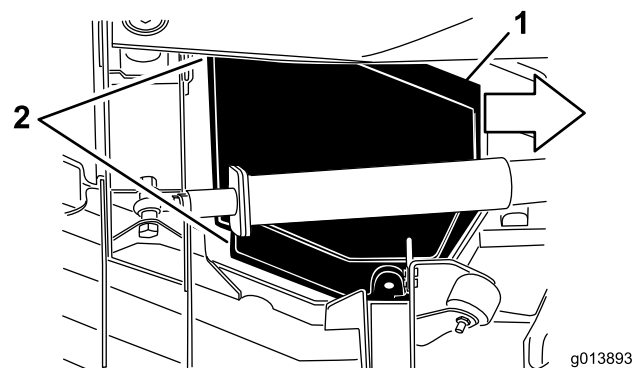

図 46
5. カバーを持ち上げながら、トラクションユニット側に約 2.5cm ほど引き出すと、外側カバーのエッジがデッキから外れる 図 46。